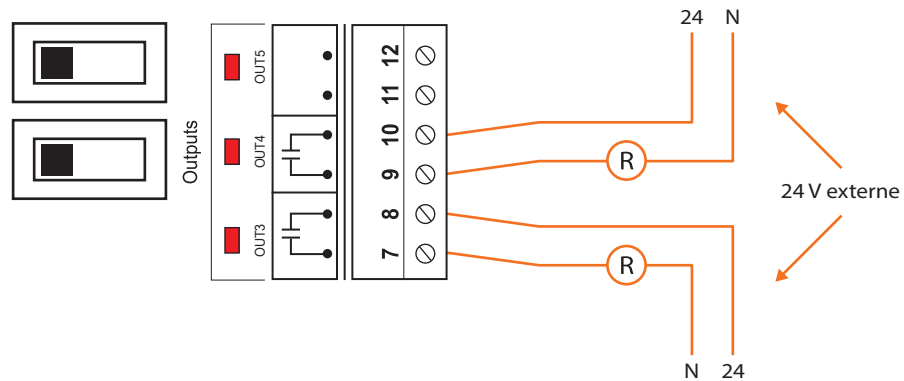

Figure 20 - Raccordement des sorties passives 3 et 4
2) Sortie passive. Le C1000 ouvre et ferme un contact pour permettre à une source externe d'alimenter la charge (voir figure 20).